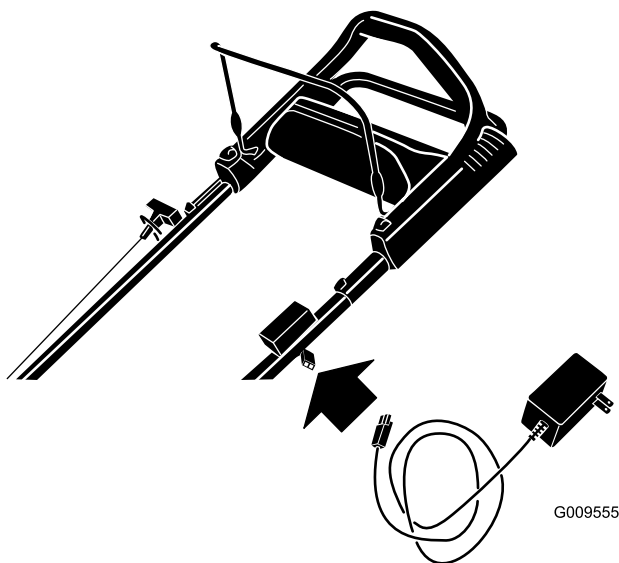

Figura 26
1. Collegate il caricabatterie al cablaggio, situato sotto la chiave di accensione (Figura 26).